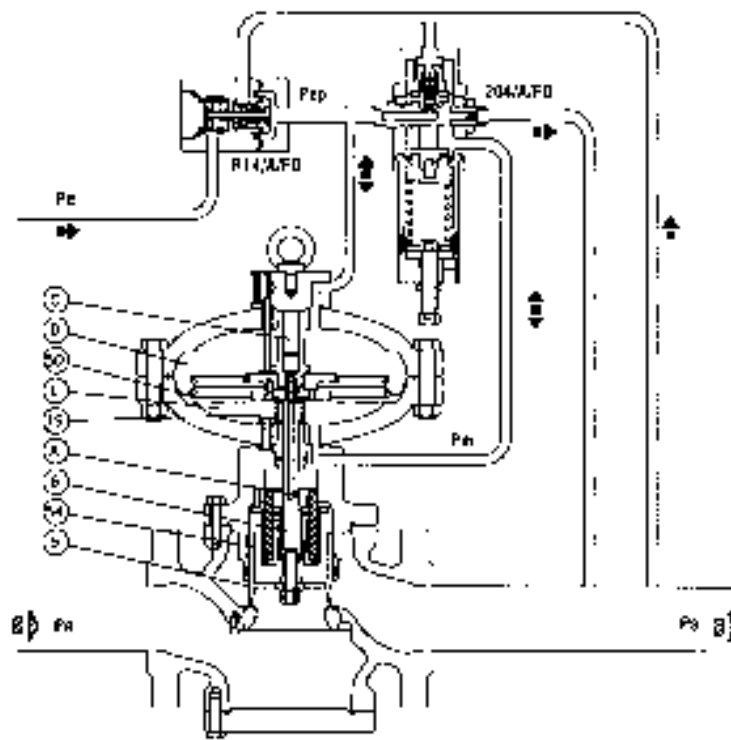

Fig. 1
1.2 FUNZIONAMENTO (FIG. 1)
In assenza di pressione l'otturatore 5 è mantenuto in posizione di apertura dalla molla 54 (fig. 1). La pressione di monte, anche se variabile, non modifica questa posizione, in quanto l'otturatore è completamente bilanciato e quindi soggetto a pressioni uguali anche se di sezione diversa.
La modifica della taratura viene effettuata ruotando la vite di regolazione 10; una rotazione in senso orario provoca un aumento della P_m e quindi della pressione regolata P_a ; viceversa per una rotazione in senso antiorario. Se per esempio, durante il funzionamento c'è una diminuzione di pressione di valle P_a (a causa dell'aumento della portata richiesta o della diminuzione della pressione di monte) si ha uno squilibrio nell'equipaggio mobile 15 del pilota, che si sposta provocando un aumento dell'apertura dell'otturatore 17. Aumenta di conseguenza anche il valore della pressione di motorizzazione P_m , che agendo nella camera E al di sotto della membrana 50 (fig. 1) determina uno spostamento verso l'alto dell'otturatore 5 e quindi l'aumento dell'apertura del regolatore fino a ripristinare il valore prestabilito della pressione regolata.